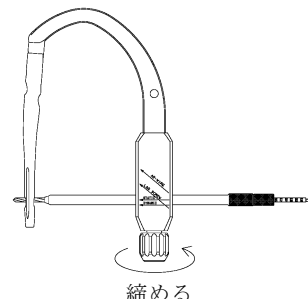

図 3
- 3) ターゲットデバイスにロッキングスクリュー用ドリルスリーブを組み付けたロッキングスクリュー用スリーブを装着し、ロッキングスクリュー用ドリルを通し、ネイルのロッキングスクリューホール（スタティック及びダイナミックホール）に干渉しないで通過することをチェックします。（図 3）